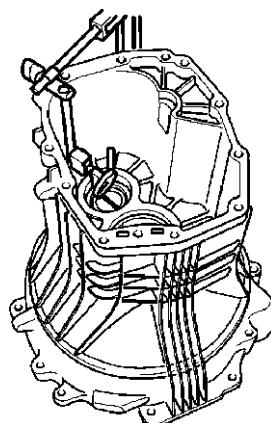

Рис. 6.41. Замер расстояния А
3. Измерьте глубину (А) (рис. 6.41) между дном гнезда кольца подшипника промежуточного вала в переднем картере коробки передач и поверхностью разъема картера.